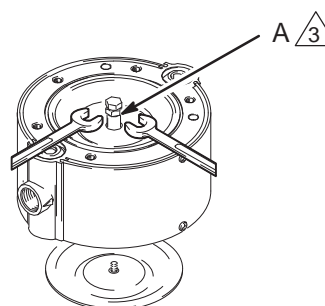

FIG. 5
2. Schroef één membraan (6) met de hand los van de as (5). Zie FIG. 5.
3. Draai een M8 zeskantmoer (A) op een M8 bout. Schroef de bout in de as (5) tot hij er onder uit komt. Draai de moer omlaag tegen de as aan om hem te borgen.
4. Houd de moer met een sleutel of een bankschroef tegen om te voorkomen dat de as gaat draaien. Schroef het andere membraan (6) met de hand los.